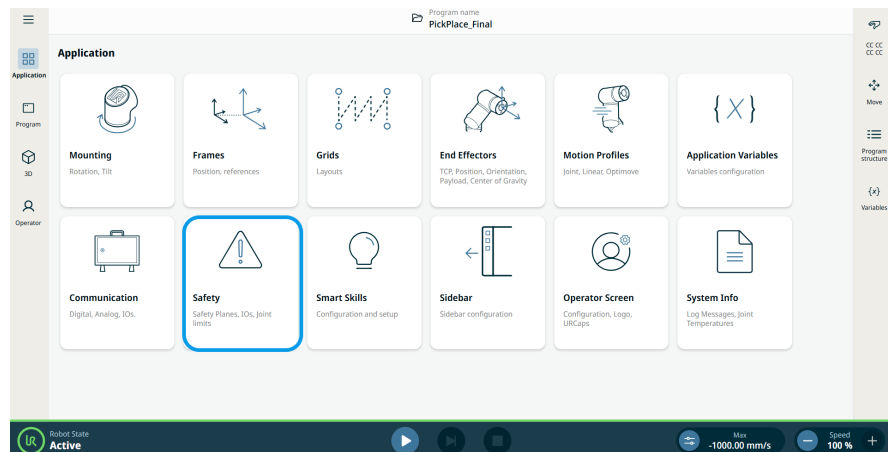

Figur 3.7. Udskift kontrollerskabets filtre.
1. Fjern forsigtigt den ydre plastikramme ved at trække på det sted, som de røde pile angiver på billederne nedenfor i figur 3.7. Rammen vipper udad.